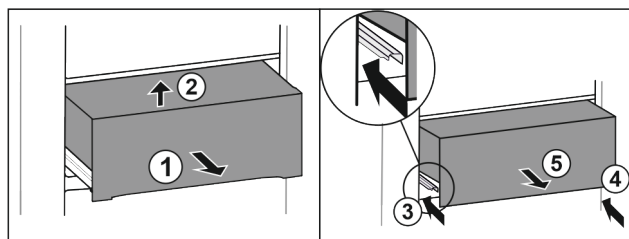

Fig. 30*
- ▶ Schubfach halb herausziehen Fig. 30 (1).*
- ▶ Vorne anheben Fig. 30 (2).*
- ▶ Linke Schiene einschieben Fig. 30 (3).*
- ▶ Rechte Schiene einschieben Fig. 30 (4).*
- ▶ Schubfach nach vorne entnehmen Fig. 30 (5).*